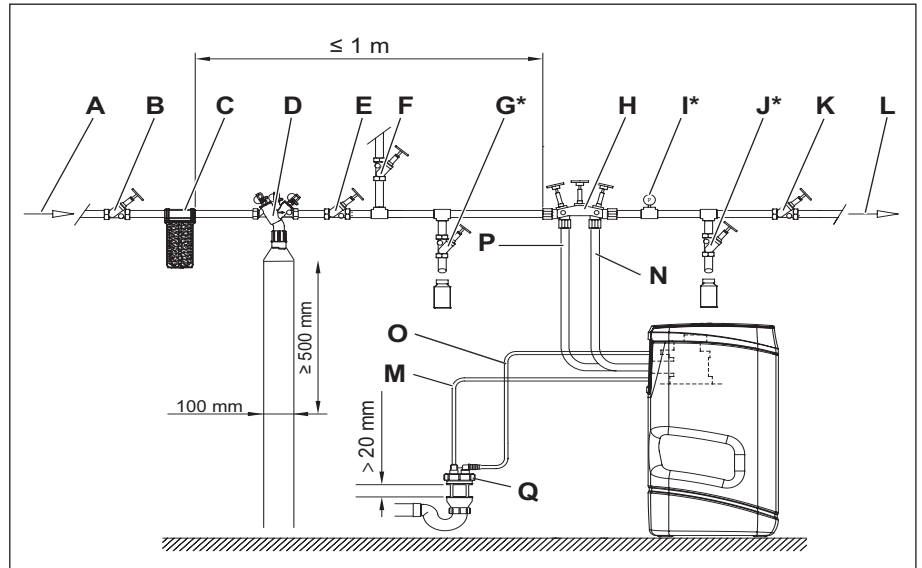

Abb. 5: Installationsschema
1. Vorgeschaltetes Absperrventil mit Rückschlagventil (Abb. 5/B) und Absperrventil (Abb. 5/K) sperren.
2. Prüfventile (Abb. 5/G und Abb. 5/J) öffnen.
Das Manometer (Abb. 5/I) muss einen Druck von 0 bar anzeigen.
1. Trinkwasserfilter (Abb. 5/C) im Abstand von max. 1 m von der Verschneidearmatur auf der Eingangsseite des Wasserenthärters installieren.
2. Druckminderer, falls notwendig bzw. nicht bereits im Trinkwasserfilter integriert, vor der Verschneidearmatur (Abb. 5/H) und nach dem Trinkwasserfilter (Abb. 5/C) installieren.
3. Sicherungseinrichtung vor der Verschneidearmatur (Abb. 5/H) und nach dem Trinkwasserfilter (Abb. 5/C) installieren.